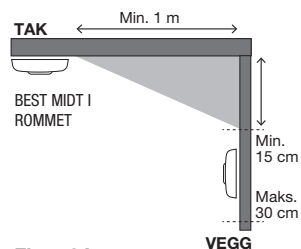

Figur 1. Enetasjes bolig
**Enetasjes bolig:** For å få et minimumsnivå av beskyttelse plasseres alarmen i inngangspartiet mellom oppholdsrommene (inkludert kjøkkenet) og soverommene. Plasser den så nær oppholdsrommene som mulig, og sørg for at alarmen kan høres når du oppholder deg i soverommene. Se eksempel i figur 1.